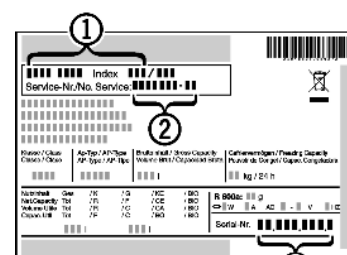

Fig. 37
- Denominación del aparato Fig. 37 (1), nº del servicio técnico Fig. 37 (2) y nº de serie Fig. 37 (3) en la placa de identificación. La placa de identificación se encuentra en la parte interior izquierda del aparato.
- Informe al servicio postventa e indique el fallo, la denominación del aparato Fig. 37 (1), el nº del servicio técnico Fig. 37 (2) y el nº de serie Fig. 37 (3) .